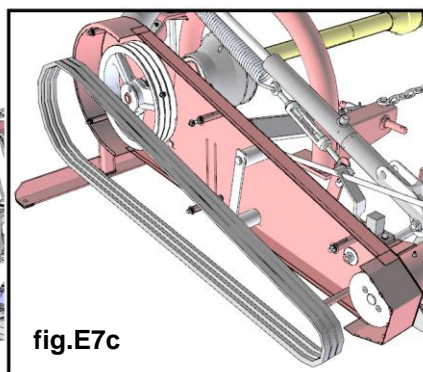

fig.E7c
- Rimuovere le cinghie usurate o rotte e sostituirle con altre nuove (**fig.E7c**). **Nota:** è consigliabile sostituire tutte le cinghie non solo quelle usurate o rotte.
- Remove worn or broken belts and replace with new ones (**fig.E7c**). **Note:** it is advisable to replace all belts not only worn or broken ones.